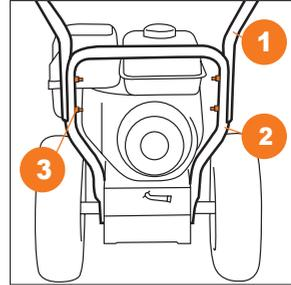

Рис. 6
- Соедините панель оператора **1** с нижней частью рукоятки **2** с помощью четырех болтов, шайб и гаек **3** (для **S 6560** и **7565**) (Рис. 6).